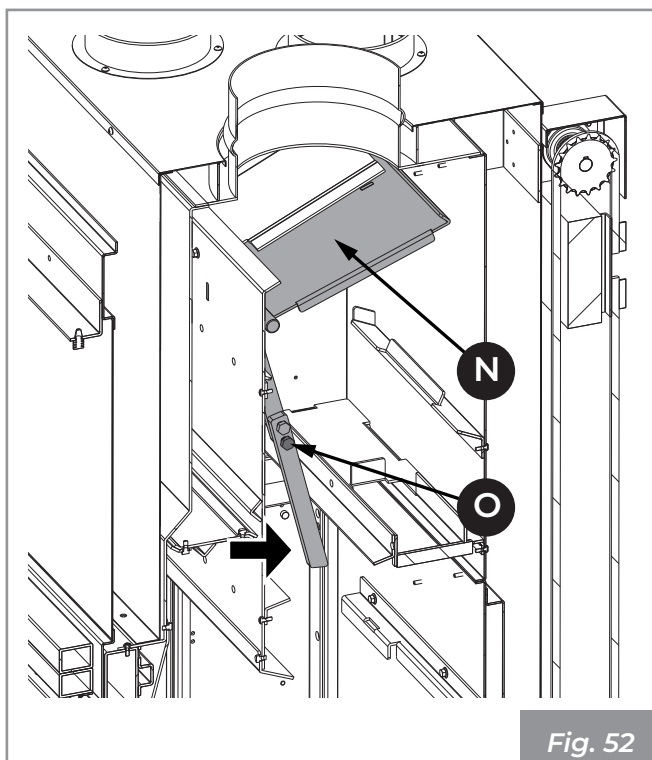

Fig. 52
- 7) Portare la valvola di ispezione (N) in posizione di apertura sbloccando l'asta in appoggio. Svitare quindi la vite di blocco (O) per consentire il completa accesso al canale da fumo (Fig. 52).